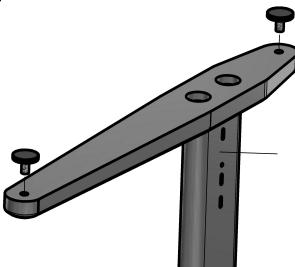

Рис. 3
4.2.1. В левую, правую стойки (поз. 10, 11) снизу вкрутить ножки черные (поз. 1, пакет №8), см. рис. 3.